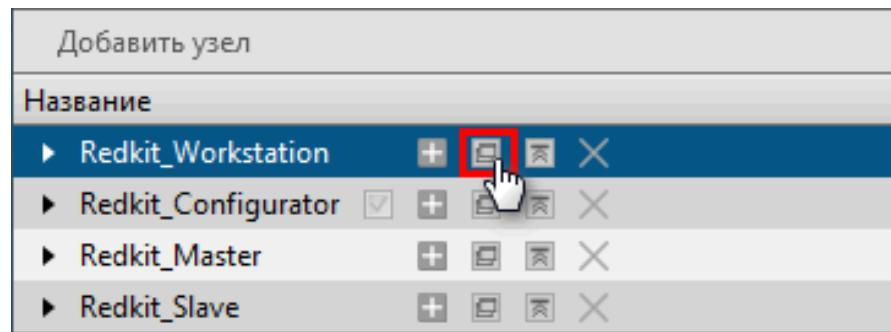

Рисунок 54 - Клонировать узел
1. У узла *Redkit_Workstation* нажмите на кнопку **Клонировать узел** (Рисунок 54). Будет создан узел *Redkit_Workstation_clone*.